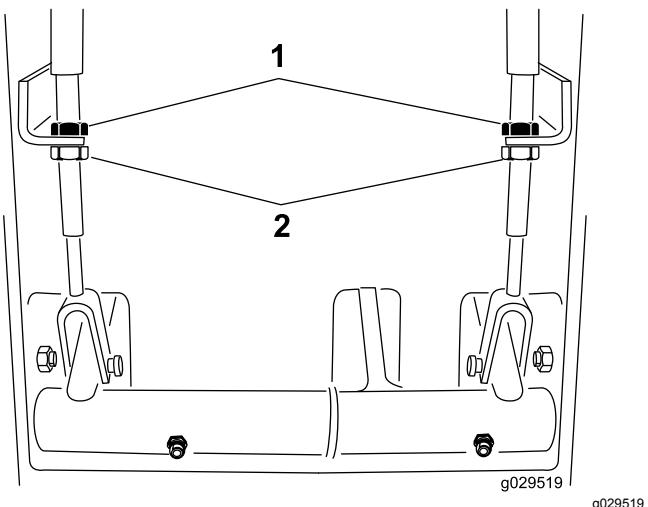

Figura 71
2. Para reduzir a folga dos pedais dos travões, desaperte as porcas de bloqueio frontal que se encontram na extremidade rosada do cabo dos travões (Figura 71).